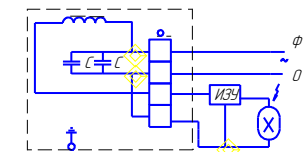

Рис. 2
8.2 Для подключения аппарата к сети и лампе нужно: а) снять крышку, отвернув винты; б) пропустить кабели через ниппели и произвести монтаж согласно схемы, указанной на рис.2; в) установить крышку в первоначальное положение, завернув винты.